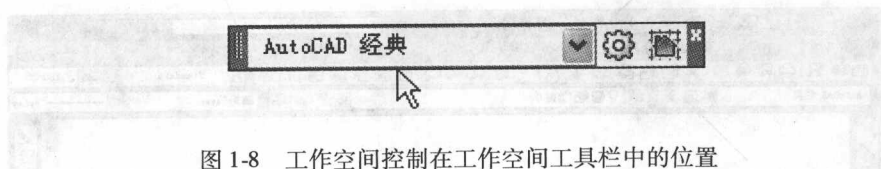

图 1-8 工作空间控制在 workspace 工具栏中的位置
- 工具栏: [工作空间] → [工作空间控制] 下拉列表 (图 1-8)